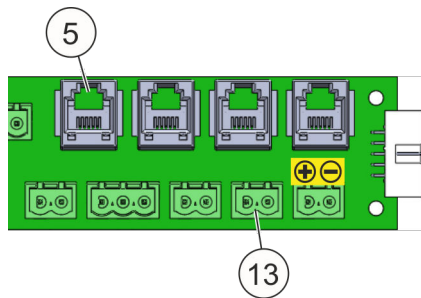
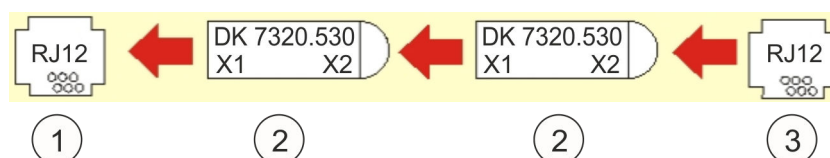

Fig. 28 : Raccordements du commutateur de contact de porte
Fig. 29 : Schéma d'installation pour le commutateur de contact de porte « Connecteur RJ12 » (capteur d'accès)
L'entrée du contact de porte « 5 » (Fig. 28 /5) est conçue pour le type de commutateur Rittal 7320.530 (Fig. 30 /2 ou 3). Raccorder le commutateur de contact de porte de la variante « connecteur RJ12 » à l'entrée du contact de porte « 5 ». Effectuer le raccordement selon Fig. 29 et Fig. 30 .
- 1 Entrée du contact de porte « 5 » (Fig. 28 /5)
La résistance de terminaison prémontée (Fig. 28 /13) doit être retirée en cas d'utilisation du commutateur « Rittal 7320.530 ».